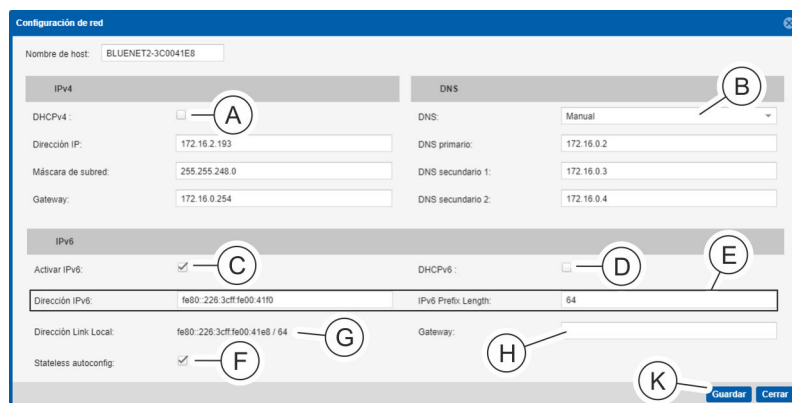

Fig. 136: Ventana "Configuración de red"
2. ➤ En el campo "IPv4" de la ventana "Configuración de red", marque la casilla de verificación "DHCPv4" (Fig. 136/A).
En el campo "DNS" (Fig. 136/B), seleccione el parámetro "Priorizar DHCPv4" o "Priorizar DHCPv6".
4. ➤ En el campo "IPv6", haga clic en la casilla de verificación "Activar IPv6" (Fig. 136/C) en caso necesario. Cuando "IPv6" está activado, se aplica automáticamente una dirección de enlace local "Dirección Link Local" (Fig. 136/G) a la PDU.
5. Si la casilla de verificación "Activar IPv6" está marcada, puede ser necesario marcar la casilla de verificación "DHCPv6" (Fig. 136/Ⓔ).
Como alternativa, puede no marcar la casilla de verificación "DHCPv6" e introducir manualmente la dirección IPv6 e IPv6 Prefix Length (Fig. 136/Ⓧ).
6. En caso necesario, introduzca en el campo "IPv6" una puerta de enlace (Fig. 136/Ⓧ).
7. En caso necesario, marque en el campo "IPv6" la casilla de verificación "Stateless autoconfig" (Fig. 136/Ⓧ).
8. Confirme la introducción con el botón "Guardar" (Fig. 136/Ⓧ).